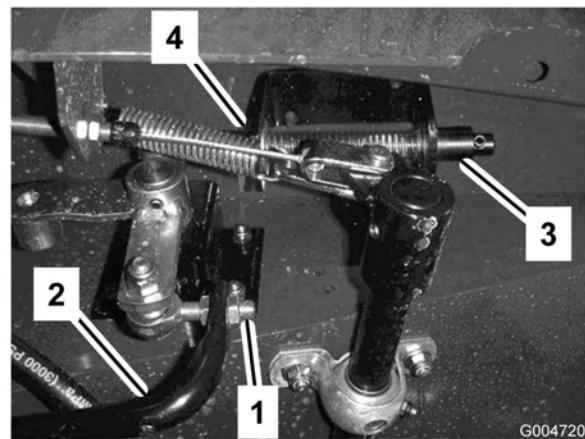

Figure 69
3. Desserrez les écrous de blocage à l'extrémité de la barre et réglez la longueur de la barre de déplacement (Figure 69) pour que la pédale touche la butée quand le levier de pompe arrive au bout de sa course. Resserrez les écrous de blocage.
3. Remplissez le réservoir (Figure 69) d'environ 30 l d'huile hydraulique (voir Contrôle du niveau de liquide hydraulique).